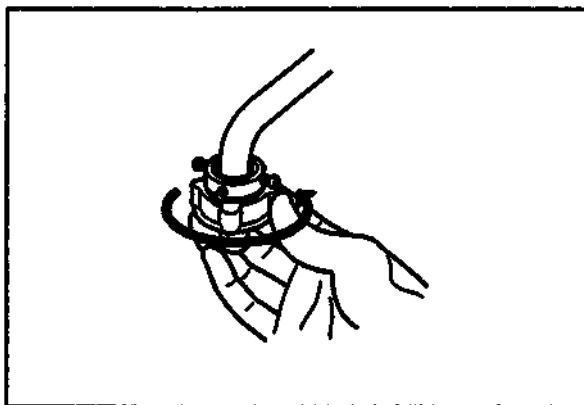

Рис. 3.6
5. Зажимное кольцо поверните по часовой стрелке для затягивания (см. рис. 3.6).